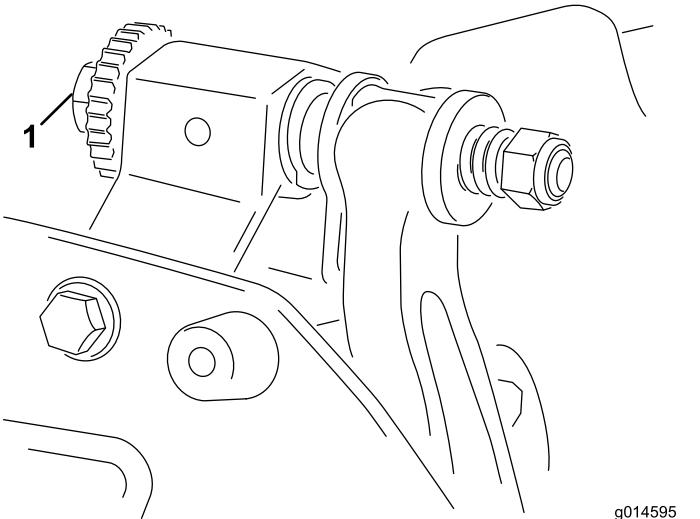

図9
- 相互の接触が全くない場合は、ベッドバー調節ねじ図9を1クリックずつ均等に締めながら、ごく軽い接触が得られるようにする。
6. シムを左右に滑らせながら右側のベッドバー調整ねじ図 9を回して、シムに軽い圧迫シムが挟まれる感じを感じる程度に調整する。シムを抜き取る。